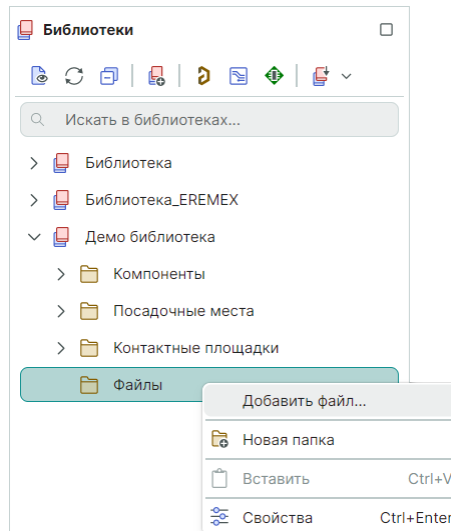

Рис. 334 Добавление файла в библиотеку
- Из контекстного меню выберите «Добавить файл», см. Рис. 334.